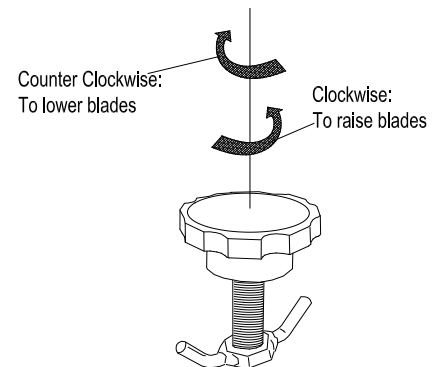

Fig. 3
**JUSTERING AF BLADDYBDE:** Bladenes dybde kan hæves eller sænkes ved at rotere knoppen på toppen af justeringsstangen. Bladene sænkes ved at rotere knoppen mod uret og hæves ved at rotere knoppen med uret. Bladenes relative dybde kan vurderes ved at bruge dybdeskalaen placeret i forreste højre hjørne af motorbasen. (Se Fig. 3)